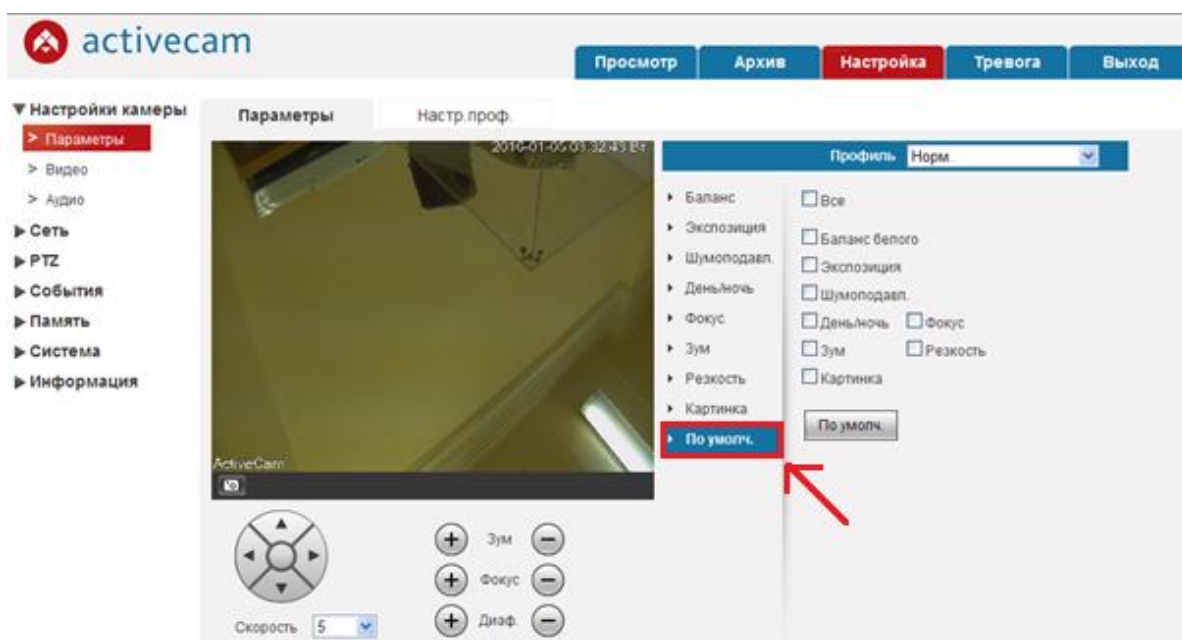

Рисунок 5.17 – Вкладка "По умолч."
7) *По умолч.* – вкладка сброса настроек изображения, полученного от камеры, к заводским установкам для использования их значений по умолчанию (рис.5.17)